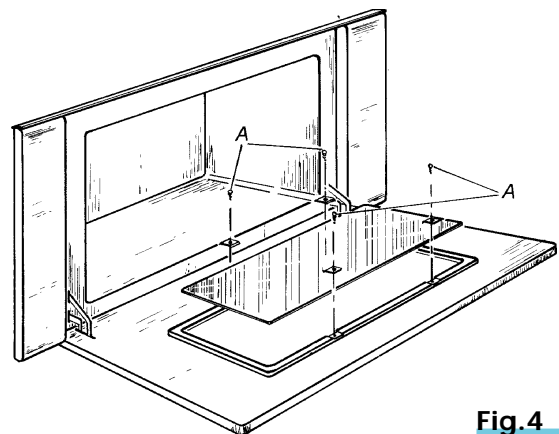

Fig.4
Para las piezas esmaltadas, actuar igual que para el interior del horno, utilizando agua caliente y detergentes no abrasivos ni ácidos. Para una simple y esmerada limpieza del cristal interior de la puerta hay la posibilidad de quitarlo de su alojamiento, aflojando, con la puerta totalmente abierta, los tornillos (A) según lo que está representado en la fig.4.